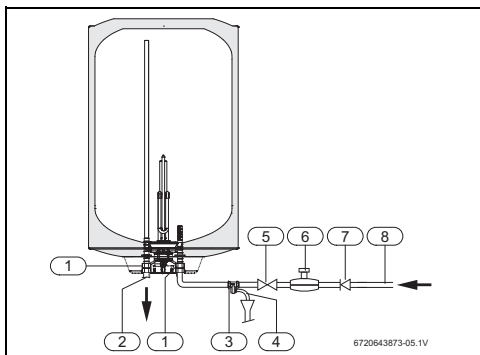

Рис. 10 Подключение воды
Для предотвращения неисправностей, вызванных неожиданными колебаниями давления в водопроводной сети, рекомендуется установить перед баком обратный клапан (рис. 10, [7]).
- ▶ Установите предохранительный клапан на подводе холодной воды к баку (рис. 10).
Если давление воды превышает 80 % от максимально допустимого давления бойлера (6,4 бар), то установите редукционный клапан (рис. 10). При повышении давления в бойлере более 6,4 бар срабатывает предохранительный клапан. Вода, вытекающая из клапана, должна отводиться.
- ▶ Закройте водопроводный кран (→ рис. 10).